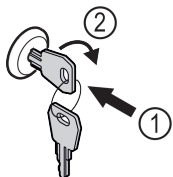

Fig. 146 Voorbeeld
- ▶ Sleutel erin duwen Fig. 146 (1).
- ▶ Sleutel 90° rechtsom draaien Fig. 146 (2).